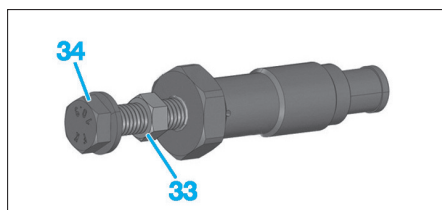

FIG. 12
- un écrou M10 (33) sur une vis (34) diamètre M10x150, longueur 100 mm (Fig.12),
- l'ensemble (33), (34) sur le tendeur modifié.